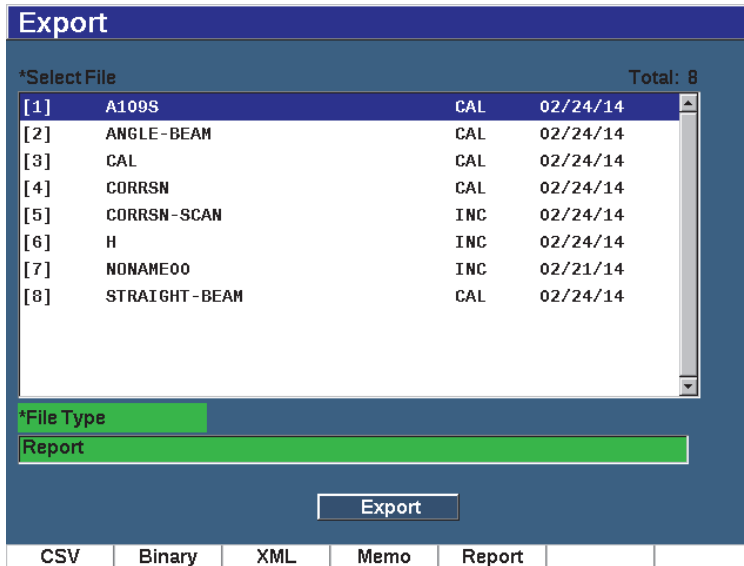

Figure 10-19 Fenêtre Export
1. Appuyez **Export** (Exporter) [touche P2] pour afficher la fenêtre **Export** (voir la Figure 10-19 à la page 232).